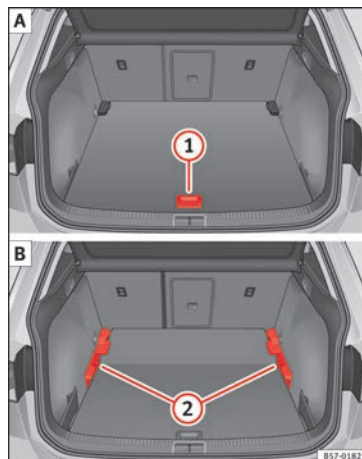

Fig. 169 Piso variable del maletero: A posición alta; B posición baja.
- Para pasar de la posición baja a la alta, levante el piso por el asidero » **fig. 169** ①, tire de él hacia atrás hasta que la parte delantera del piso rebase totalmente los soportes ②.
- Haga desplazar sobre estos el piso hacia adelante hasta que haga tope en el respaldo de los asientos posteriores y, a continuación, baje el piso con el asidero ①.
- Para pasar de la posición alta a la baja, levante el piso por el asidero » **fig. 169** ①, tire de él hacia atrás hasta que la parte delantera del piso rebase totalmente los soportes ②.
- Con el piso variable en posición alta, levántelo por el asidero » **fig. 169** ①, tire de él y empuje hacia el respaldo de los asientos posteriores hasta que se doble el piso por la línea de bisagra y la parte móvil del piso repose sobre el mismo.
- Para pasar de la posición alta a la baja, levante el piso variable por el asidero » **fig. 169** ① y tire de él hacia atrás un poco.
- Empuje el piso variable hacia los asientos posteriores abatidos con el asidero ① haciendo un poco de presión hacia abajo para que la parte móvil del piso enrase con los respaldos de los asientos posteriores.